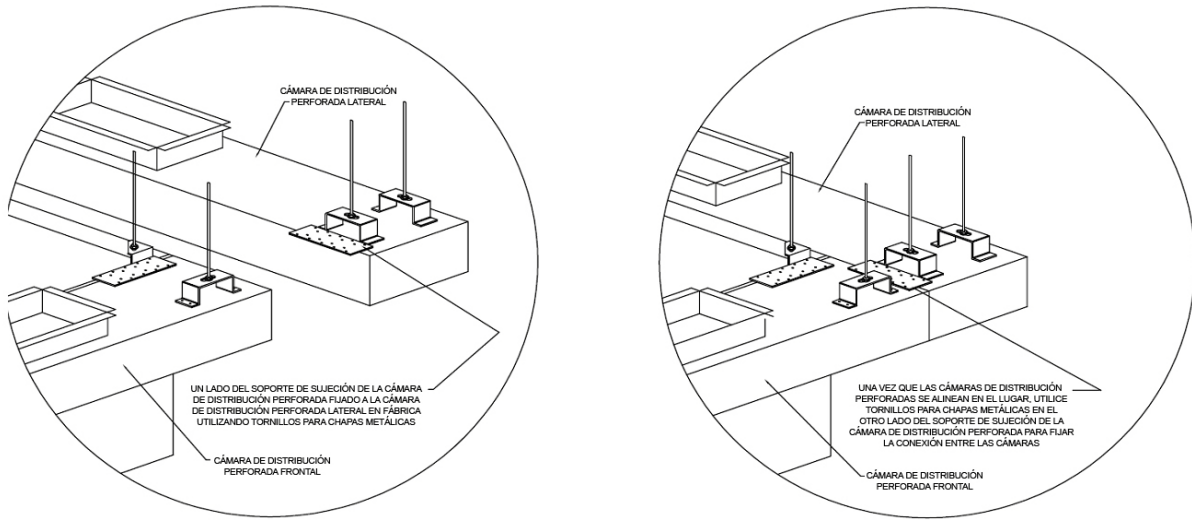

Figura 11
10. Cuando corresponda, use tornillos para chapas metálicas para asegurar el soporte de fijación de la parte superior de las cámaras de distribución perforadas laterales a la cámara de distribución perforada frontal. **Vea la figura 11.**